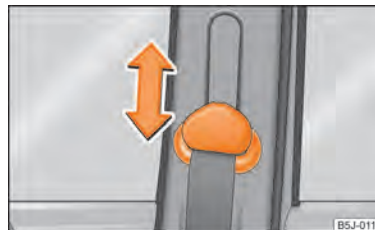

Abb. 100 Vordersitz: Gurthöheneinstellung
- Zum Einstellen drücken Sie auf den Umlenkbeschlag und verschieben ihn nach oben bzw. unten ⇒ Abb. 100.